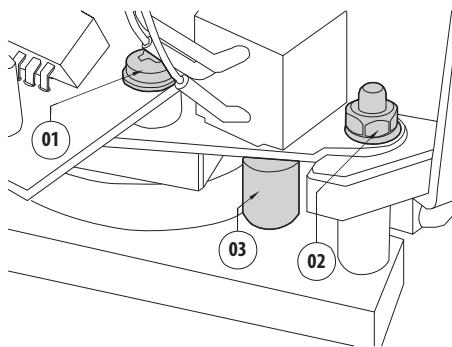
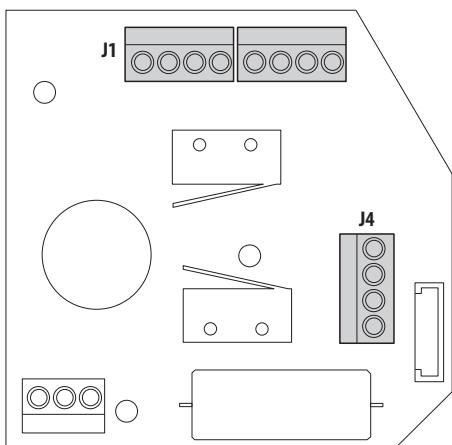

Fig. 3
Fig. 4
4. Desserrez la vis de fixation (01) et l'écrou (02) de la barre soutenant le potentiomètre du mouvement horizontal (Fig. 3, page 6).
5. Dégarez le pignon (03) de la roue dentée.
6. Raccordez un ohmétro entre les contacts Vcc et Pan de la borne J4 (Fig. 4, page 6). Faites tourner l'axe du potentiomètre jusqu'à atteindre une mesure de 1 875 Ω environ.
7. Repositionnez le potentiomètre avec le pignon (03).
8. Serrez la vis de fixation (01) et l'écrou (02) (Fig. 3, page 6).
9. Répétez la même opération avec le mouvement vertical en mesurant la valeur ohmique entre les contacts Vcc et Tilt de la borne J4 (Fig. 4, page 6).
Identifiez sur la fiche des connecteurs la borne de raccordement de la tourelle aux unités de commande (J1) (Fig. 4, page 6).
Identifiez sur la fiche des connecteurs la borne de raccordement des potentiomètres (J4) (Fig. 4, page 6).